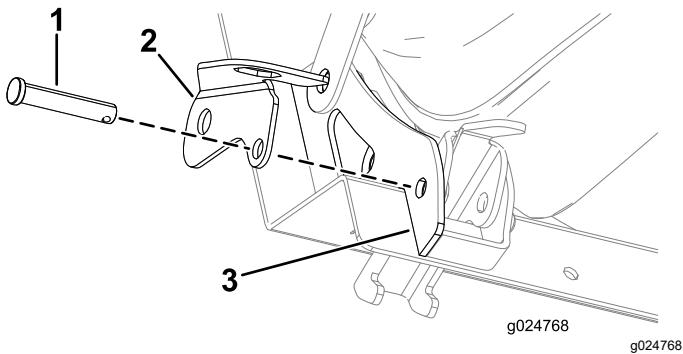

図 21
3. ロックブラケットにクレビスピングを途中まで差し込む 図 21。
4. ロックブラケットとクレビスピンを、外側座席ガセットの穴に合わせる図 21。